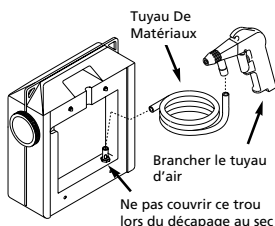

Figure 5 - Modèle AT125102
- Brancher le tuyau flexible de matériaux au raccord. Brancher l'autre sens du tuyau de matériaux au pistolet (Voir Figure 5). Ne jamais utiliser des colliers de serrage pour fixer le tuyau.